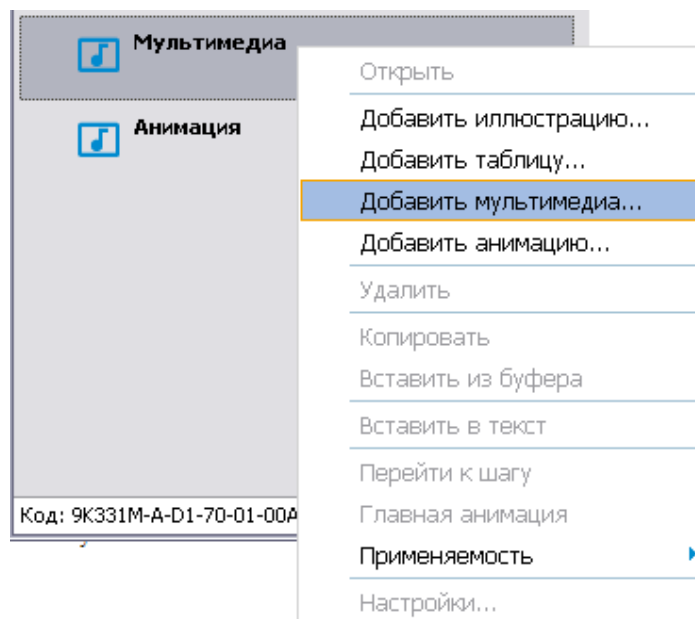
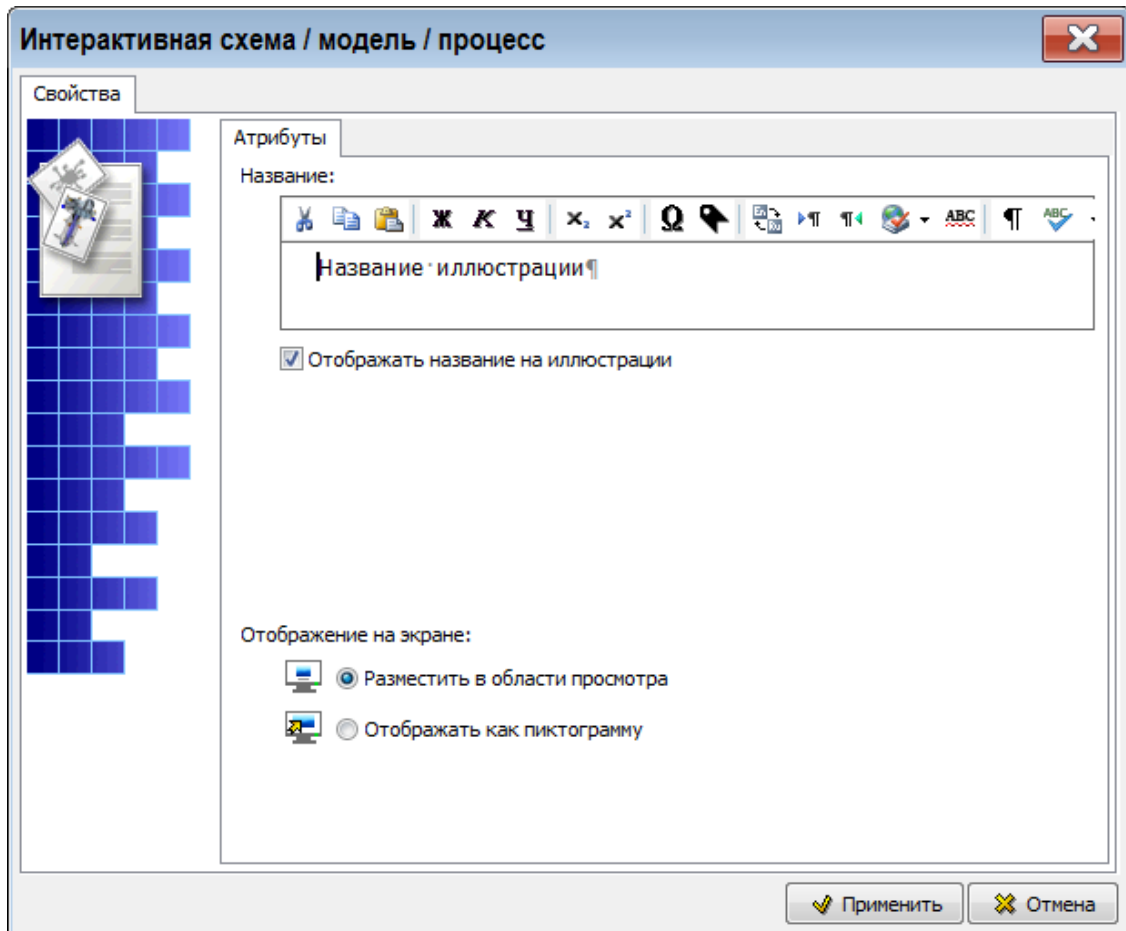

Рисунок 594
Рисунок 595
- 2) В контекстном меню раздела **Мультимедиа** выберите команду **Добавить мультимедиа** (рисунок 594). После этого появится окно для ввода параметров мультимедиа (рисунок 595).